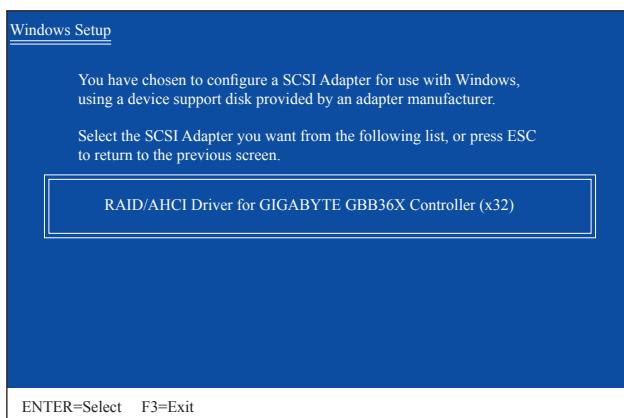

図 2
- 2: 光学ドライブフォルダから、BootDrv フォルダのファイルをダブルクリックします(図 2)。図 3 のようなコマンドプロンプトウインドウが開きます。
- 3: 空のフォーマット済みディスクを挿入します。メニューから対応する文字を押すことでコントローラドライバを選択し、<Enter>を押します。例えば、図2でメニューから
次に、以下の図 2 のようなコントローラメニューが表示されます。RAID/AHCI Driver for GIGABYTE GBB36X Controller (x32) を選択し、<Enter> を押します。